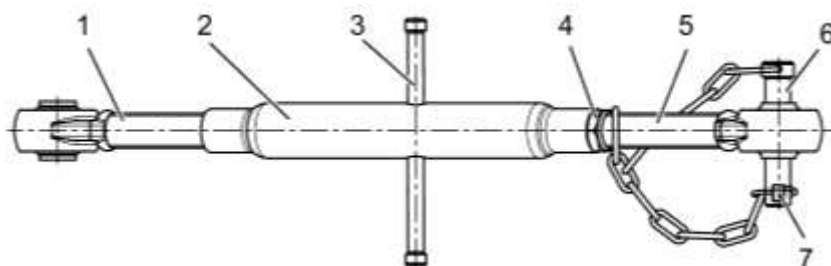

Рисунок 3.4.3 – Верхняя тяга
- отвернуть контргайку 4 (рисунок 3.4.3);